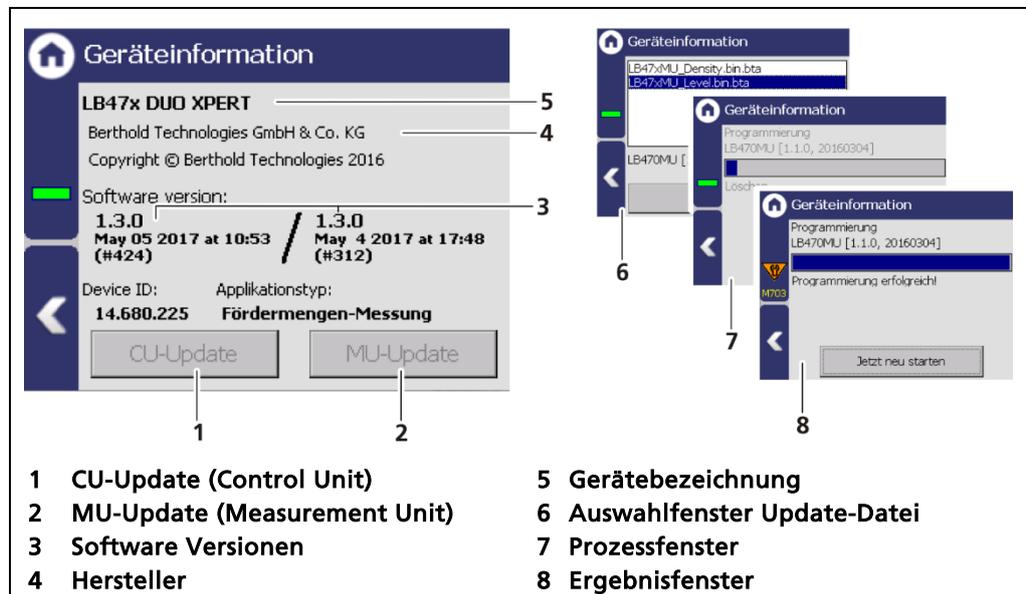

Abb. 37 Geräteinformationen
3. Der USB-Speicher wird nach einigen Sekunden vom System erkannt und die Schaltfläche <CU-Update> (Abb. 37, Pos.1) kann angeklickt werden.
4. Klicken Sie auf die Schaltfläche <CU-Update> (Abb. 37, Pos.1).
3. Der USB-Speicher wird nach einigen Sekunden vom System erkannt und die Schaltfläche <MU-Update> (Abb. 37, Pos.1) kann angeklickt werden.
4. Klicken Sie auf die Schaltfläche <MU-Update> (Abb. 37, Pos.1).